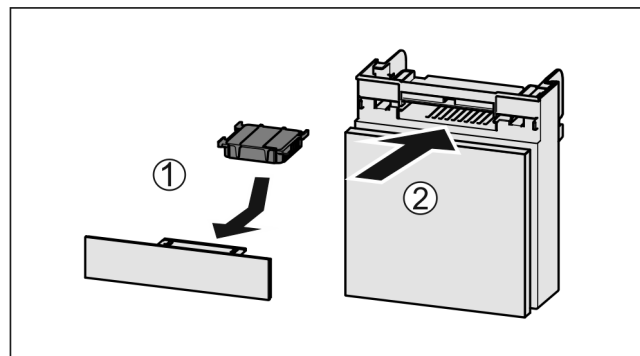

Fig. 167
- ▶ Actiefkoolfilter overeenkomstig afbeelding aanbrengen Fig. 167 (1).
- ▶ Lade erin schuiven Fig. 167 (2).